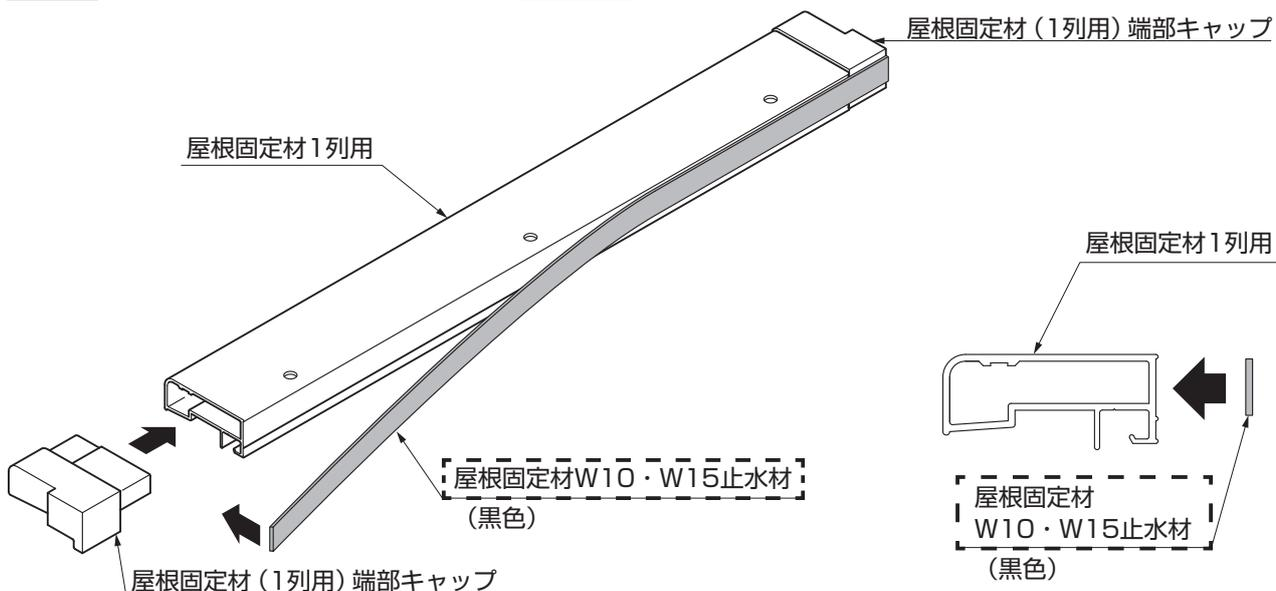

図9-7
- ①屋根固定材(1列用) 端部キャップを屋根固定材1列用にはめ込んでください。(図9-7参照)
- ②屋根固定材W10・W15止水材を屋根固定材1列用、屋根固定材(1列用) 端部キャップに貼付けてください。(図9-7、図9-8参照)